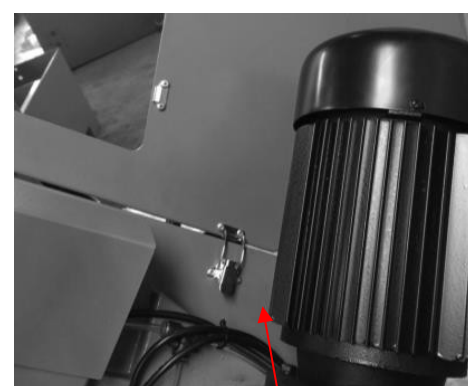

Fig. 22-1
3. Fissare il coperchio nella posizione superiore chiudendo la chiusura AY (Fig. 22-1).